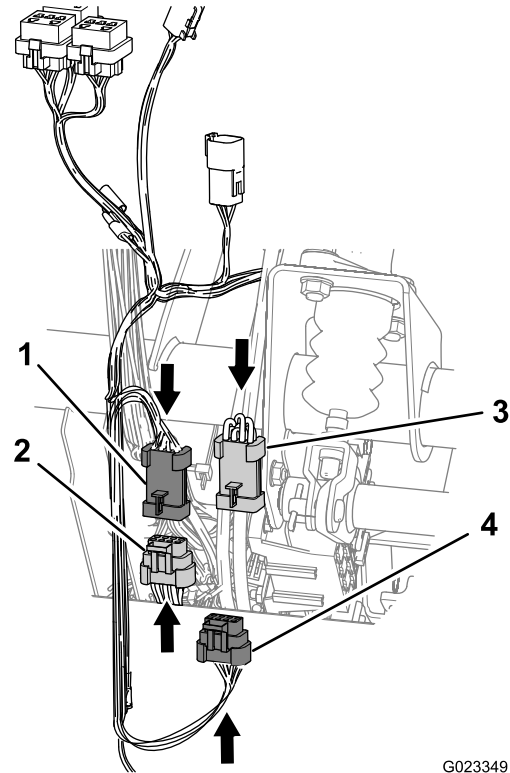

Figura 22
3. Localice los conectores de 8 terminales macho y 8 terminales hembra ubicados en el arnés del kit del acelerador (Figura 22).
4. Conecte el conector de 8 terminales macho del arnés del kit del acelerador en el conector de 8 terminales hembra para el arnés de cableado delantero de la máquina (Figura 22).
5. Conecte el conector de 8 terminales macho del arnés del kit del acelerador en el conector de 8 terminales hembra para el arnés de cableado delantero de la máquina (Figura 22).
1. Pase la derivación del arnés de cableado del kit con el conector de 2 terminales macho para el interruptor del freno de estacionamiento hacia abajo desde las interconexiones del arnés principal que ha conectado en los pasos 4 y 5 de Conexión a las interconexiones del arnés principal \(página 11\) y a lo largo del arnés de cableado trasero para la máquina (Figura 22).